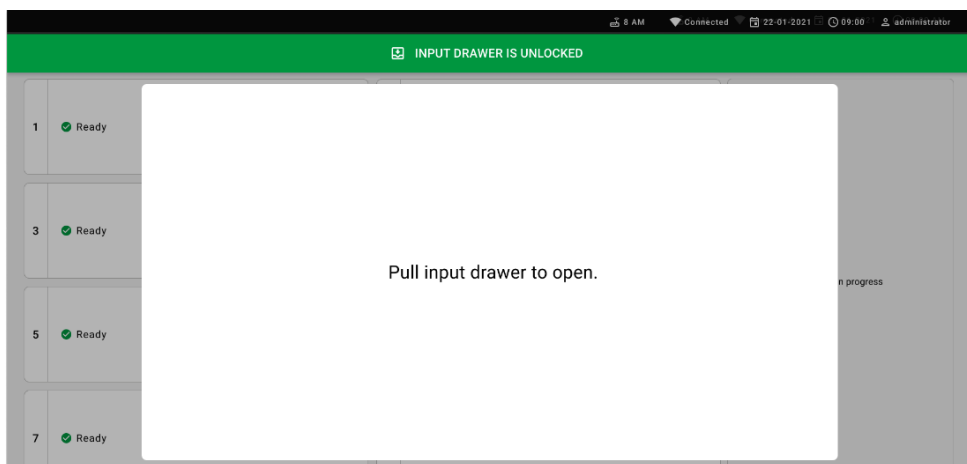

Figura 55. Finestra di dialogo di apertura del cassetto di inserimento.
6. Quando richiesto, tirare il cassetto di inserimento per farlo aprire (Figura 55).